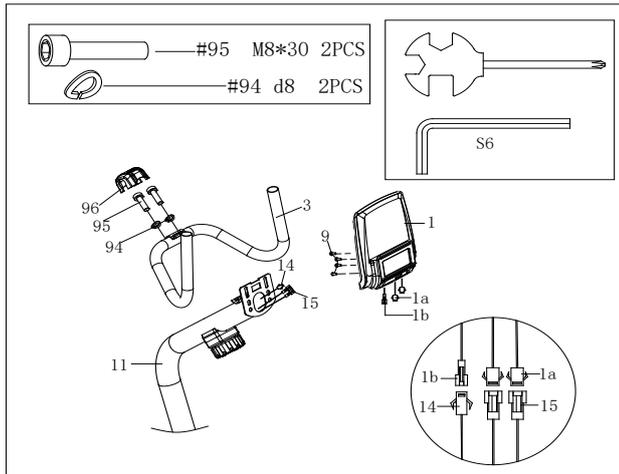

FIG.6:
Fije el manillar (3) al tubo de soporte (11) con la arandela (94) y el perno (95). Conecte el sensor (1a&15;1b&14) como se muestra en la FIG.6. Fije la consola (1) al tubo de soporte (11) con los tornillos (9).